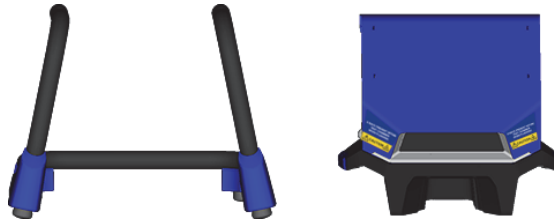

図 B-6 ワークステーションの脚部と試料室
1. ワークステーションの脚部と試料室をテーブルやベンチに並べて置きます（119 ページの図 B-6 参照）。